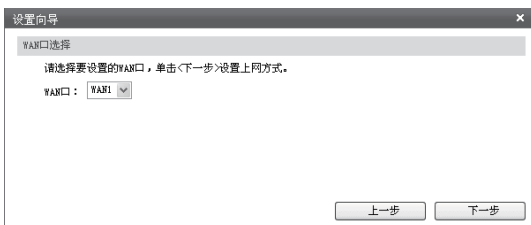

图4-5 WAN口选择
5. 请选择要设置的WAN口，如图4-5所示。单击“下一步”，进入上网方式选择界面。